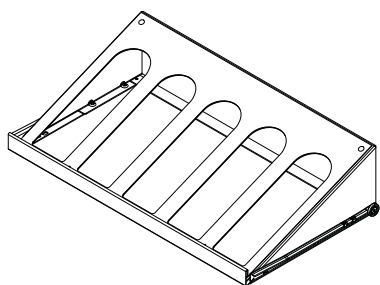

Figure 16
- (1) étagère-présentoir pour 5 bouteilles avec tapis atténuateur de vibrations (Voyez la Figure 16).